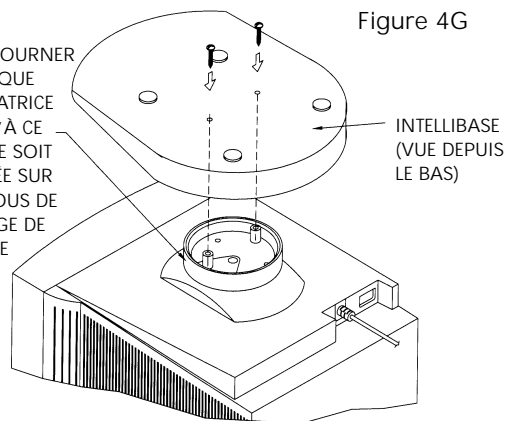

Figure 4G
Étape 8 Repérer les deux vis qui sont fournies avec l'IntelliBase^{mc}, et fixer l'IntelliBase à la plaque adaptatrice et au moniteur comme illustré à la Figure 4G.